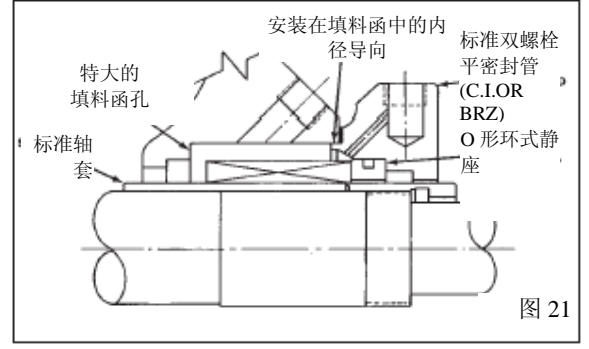
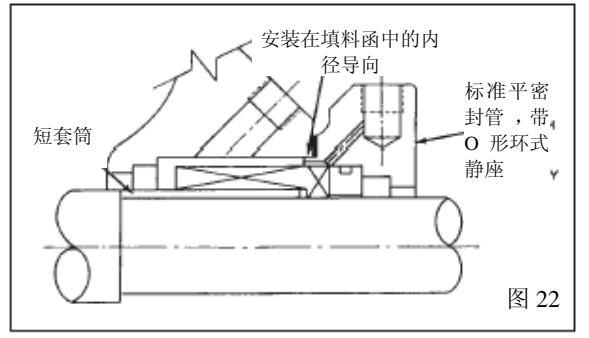
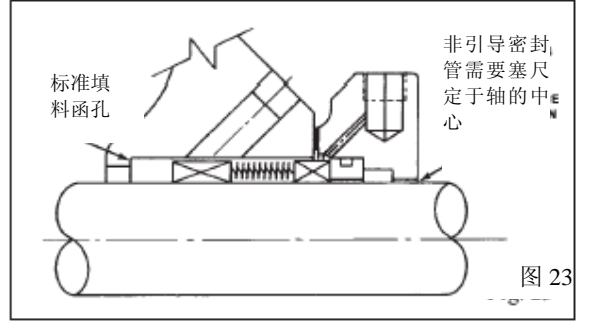

图 21
图 22
图 23
- 图 21 所表示的密封的形式与图 20 所表示的密封的形式相同，但是这种密封用于 M 组的泵。注意：标准的轴通过套筒和套筒螺母进行保护。所有其他特性和细部情况都是相同的。
- 传统的平衡密封需要使用有台阶的轴衬。图22表示的是用短套筒实现密封平衡的一个S类的泵。M组使用标准的有台阶的套筒，将安装直径减小为标准套筒螺母的外径。如图23所示。风箱形机械密封是整体平衡的，不需要套筒上有台阶。风箱型机械密封可以直接安装在无套筒的S类的轴上，或者安装在标准的非平衡的M组的套筒上（图21）。
- 原先配有填料函的泵可以在现场转变为机械密封。这种转变需要将填料函重新进行机械加工，以适应标准密封管的导向特性(图20、图21)，或者对标准密封管重新进行机加工，以取下导向唇(图24、图25)。在这种情况下，需要用垫薄片填衬，以对中轴上的密封管。
**⚠** 不能自动清洗、通风的密封系统（如平面图 23）必须在操作前人工通风。否则，将导致过热及密封的损坏。